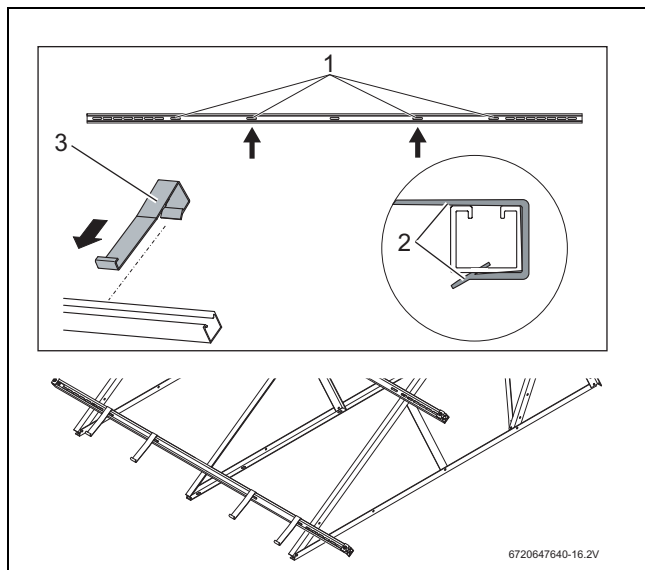

Fig. 25 Enganchar las protecciones antideslizantes
- ▶ Empujar las protecciones antideslizantes (Fig. 25, [3]) en los agujeros alargados interiores correspondientes [1], desde fuera sobre los perfiles hasta que encajen [2].